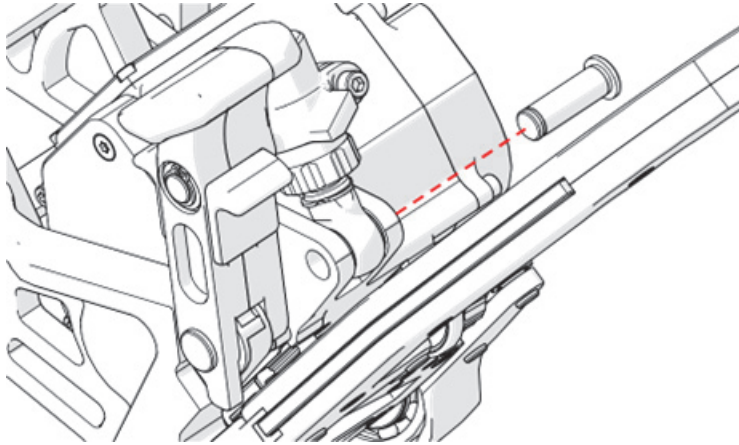

Figura 2-26 Extracción de clavija
5. Retire la clavija que sujeta el cilindro de tensión de la rueda al carro (ver Figura 2-26 en la página 107).